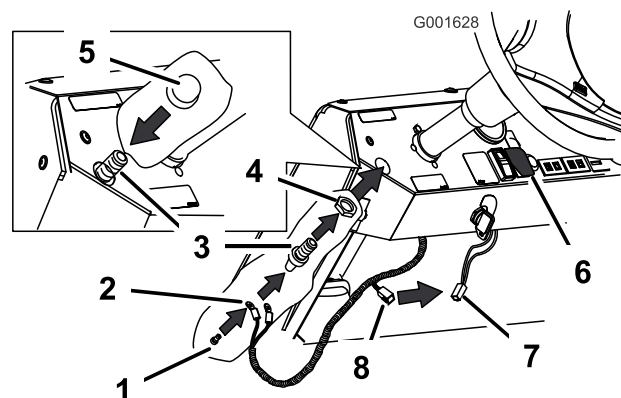

Figura 16
2. Togliete il tappo del pulsante dell'avvisatore acustico e avvitate il dado sulle filettature esposte dell'interruttore (Figura 16).
3. Collegate il filo bianco e il filo rosso all'estremità del cablaggio preassemblato sul retro dell'interruttore avvisatore acustico utilizzando le due viti in dotazione (Figura 16).
4. Spostate il gruppo interruttore sotto il cruscotto e spingetelo nel foro praticato (Figura 16).
5. Avvitate il tappo del pulsante dell'avvisatore acustico nelle filettature dell'interruttore per fissare il gruppo al cruscotto (Figura 16).
6. Verificate sotto il cruscotto la presenza di un cavetto come illustrato nella Figura 16. Questo cavetto proviene dal cablaggio principale situato posto sotto l'interruttore dei fari. Se il cavetto è presente, collegatelo al nuovo cablaggio preassemblato.